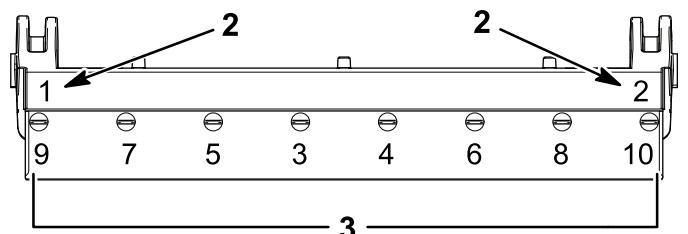

図 34
$1.15 \text{ kg}\cdot\text{m} = 10 \text{ in-lb}$ にトルク締めする図 34を参照。
- B. ベッドナイフの中央から交互に左右に、各ねじを $23-28 \text{ N}\cdot\text{m}$ $2.3-2.9 \text{ kg}\cdot\text{m} = 200-250 \text{ in-lb}$ にトルク締めする図 34を参照。